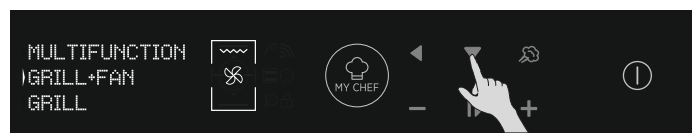

Figura 9
- Seleccione el modo de cocción deseado pulsando OK mientras la flecha en la pantalla muestra la función deseada. Pulse ABAJO para ver todas las funciones disponibles. (Figura 9)